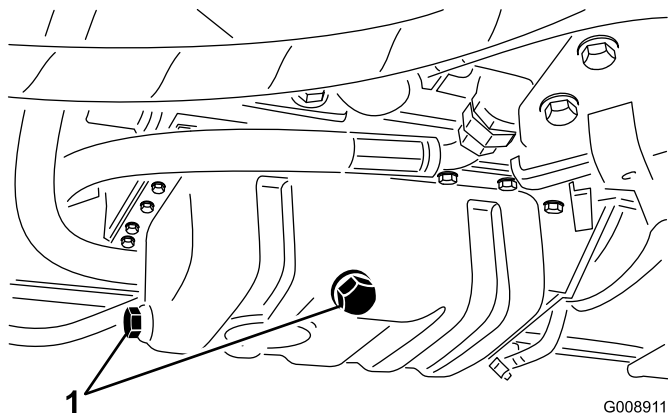

Figure 41
1. Retirez le bouchon de vidange (Figure 41) et laissez couler l'huile dans un bac de vidange.